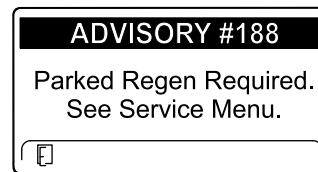

Bild 44
- Eine geparkte Regenerierung ist erforderlich, ADVISORY #188 (Bild 44)